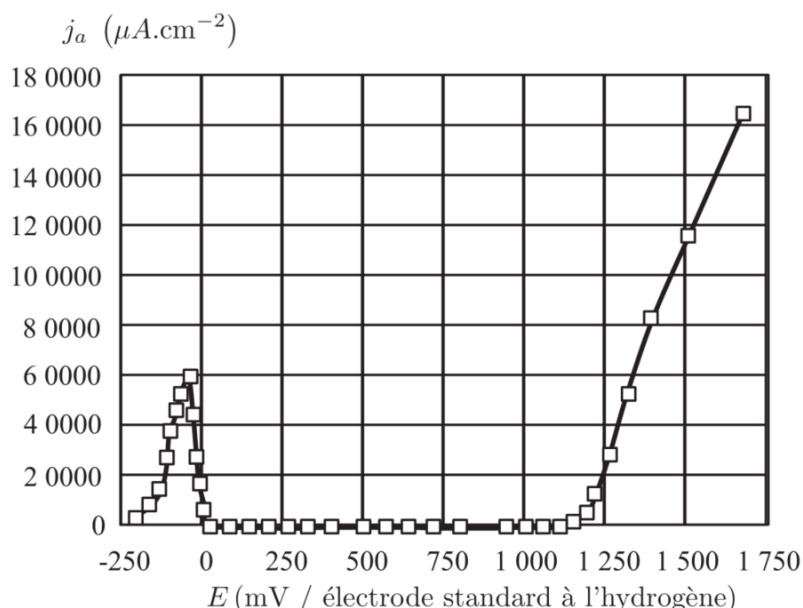

FIGURE 2 – Courbe intensité-potentiel  $j_a = f(E)$  de l'acier inoxydable étudié en milieu acide. La teneur massique en chrome est de 16,1%.
Pour étudier le comportement de cet acier, on plonge un échantillon de matériau dans une solution aqueuse acide et on fait varier lentement le potentiel tout en mesurant l'intensité du courant électrique issue des réactions électrochimiques qui se produisent. On obtient le tracé de la courbe intensité-potentiel  $j_a = f(E)$  (voir FIGURE 2) sur laquelle 3 zones se distinguent nettement : une zone de corrosion, une zone de passivation et une zone dite transpassive.
- Q.5** Faire un schéma du dispositif expérimental permettant de réaliser le tracé de la FIGURE 2. On précisera notamment le rôle de chacune des électrodes utilisées.